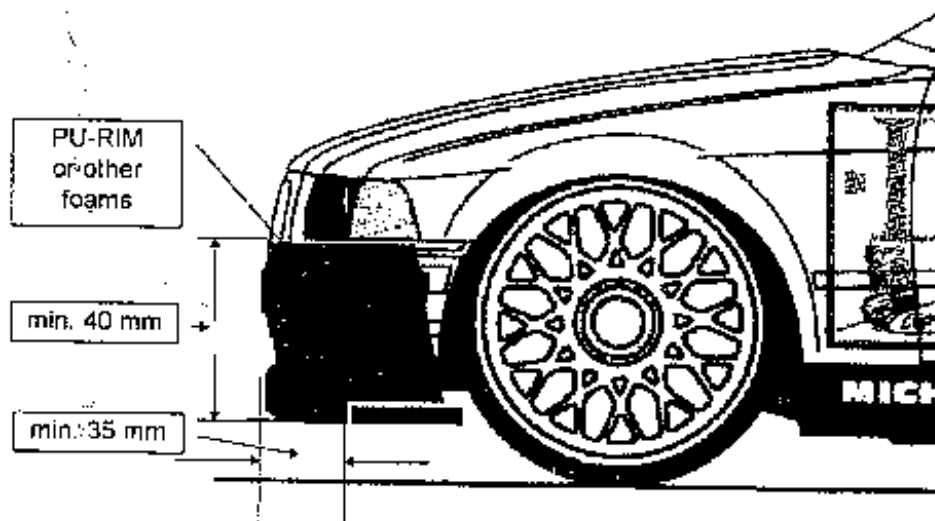

Figura 27: Dimensioni generali del paraurti in una 1/5 TC
7.1.23 Il paraurti deve essere realizzato in modo da adattarsi perfettamente al profilo frontale della carrozzeria ed il bumper deve avere una altezza minima di 40,0 mm e sporgere, dal bordo del paraurti, di 35,0 mm vedi Figura 27.